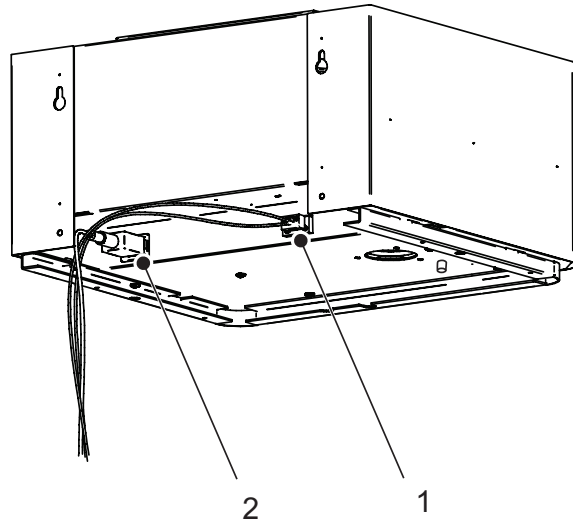

Figure 18 : Connexions électriques de l'unité de ventilation
- a. Enficher le câble de raccordement au réseau et le câble de la boucle de sécurité (fourni) à la prise appropriée sur l'arrière de l'unité de ventilation (fourni). Consulter la Figure 18.